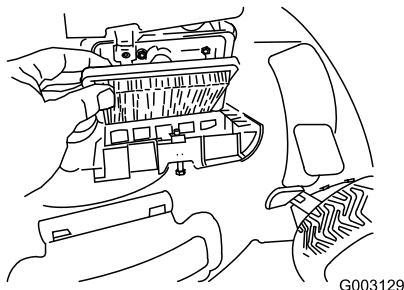

Figure 34
4. Remettez le couvercle en place (Figure 34).